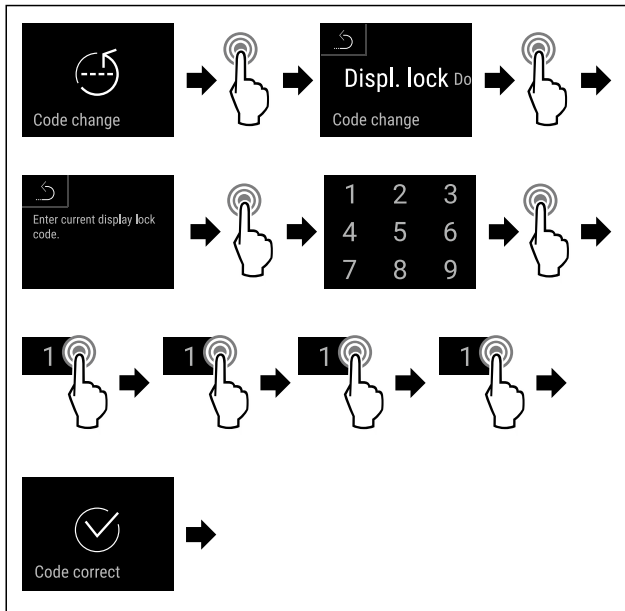

Fig. 84
- ▶ Efectuați pașii de acțiune (vezi Fig. 84) .